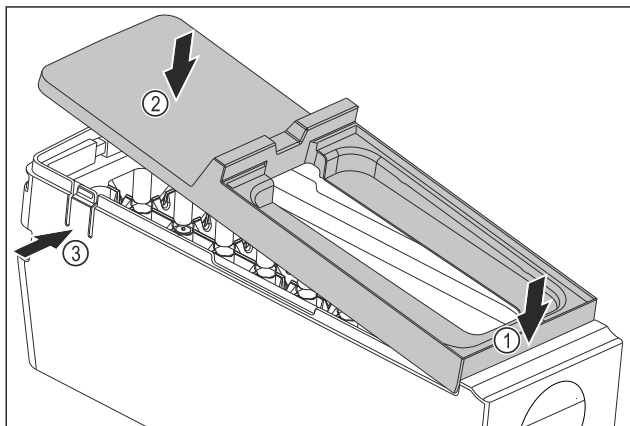

Fig. 215
- Montera skyddet på EasyTwist-Ice-enheten: Sätt in skyddet framtill. Fig. 215 (1)
- Sänk ned skyddet baktill. Fig. 215 (2)
- Skyddet hakar hörbart i båda skenorna Fig. 215 (3).